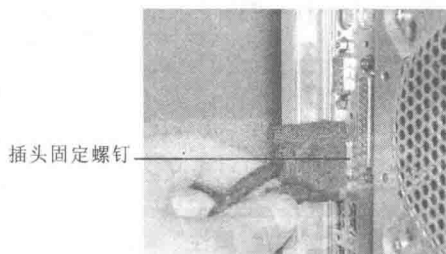

图 1-34 显示器与主机的连接
- (1) 查看视频线的梯形头，使它和显卡上的视频接口相吻合（二者均为梯形）。
- (2) 将显示器的梯形插头插入主机，拧紧两边的固定螺钉，如图 1-34 所示。